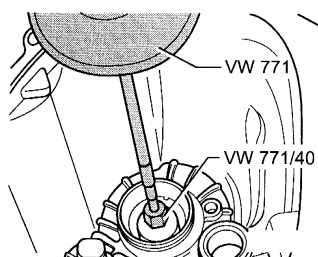

图 12-89 拉出小圆锥滚柱轴承外圈
(2) 拉出小圆锥滚柱轴承外圈时，把专用工具 VW 771/40 旋入压板，旋入多功能工具 VW 771，通过压板拉出外圈，如图 12-89 所示。